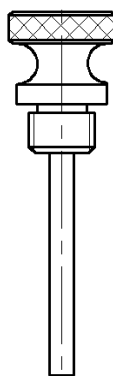

图 3-72 图案填充
② 将当前图层设置为“剖面线”图层；单击“默认”选项卡“绘图”面板中的“图案填充”按钮，打开“图案填充创建”选项卡，从中选择填充图案为 ANSI37；单击“选择边界对象”按钮，选择主视图上相关区域，单击“关闭图案填充创建”按钮，完成剖面线的绘制，效果如图 3-72 所示。